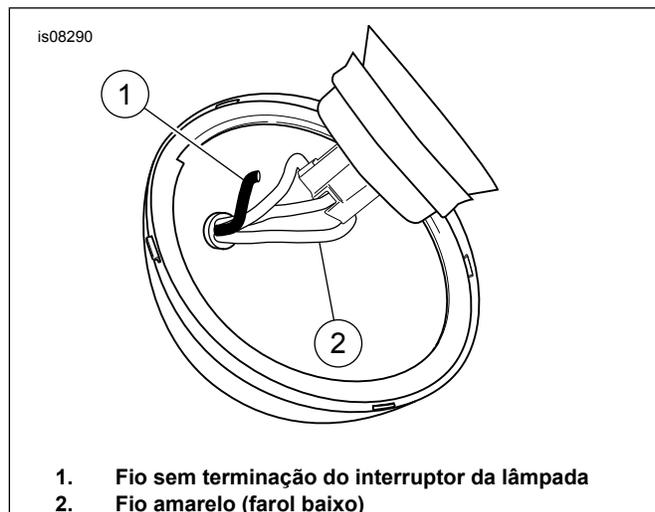

Figura 8. Emenda do fio sem terminal do interruptor no fio amarelo do farol (farol baixo)
18. Veja Figura 8. Oriente o fio sem terminação (1) do interruptor através do ilhó na estrutura do farol dianteiro. Ligue-o no fio amarelo (farol baixo) (2) usando o conector elétrico Scotchlok® (item 14) do kit.